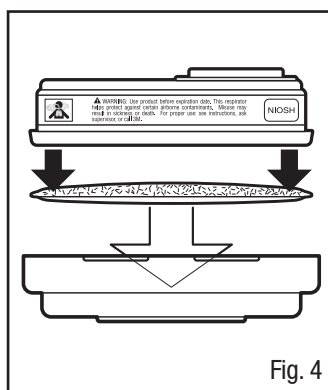

Fig. 4
2. Pressione o retentor sobre o cartucho. Ele deverá prender-se com segurança. Quando estiver corretamente instalado, o filtro deverá cobrir completamente a parte frontal do cartucho (Fig. 4).